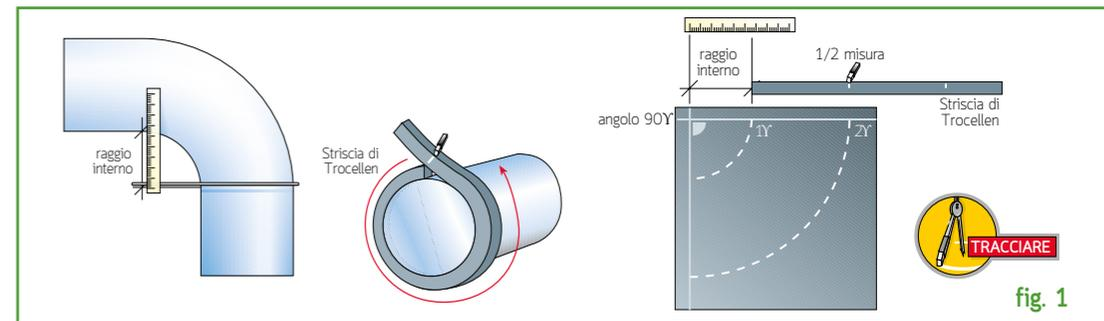

fig. 1
- 1) Utilizzando un'asta e un metro rigido, posti perpendicolarmente tra loro, calcolare il raggio interno alla curva e, con una striscia TROCELLEN dello spessore definito, misurare la circonferenza del tubo (è importante avvolgerla senza tensione attorno al tubo da rivestire). (fig 1)